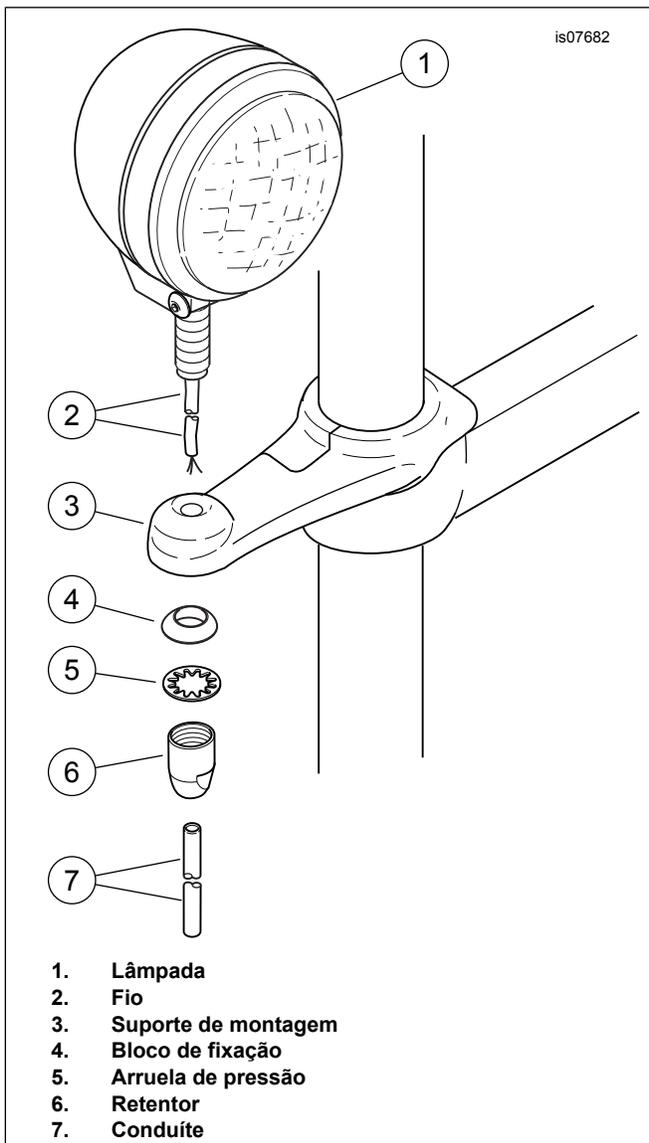

Figura 2. Instale a lâmpada (lado direito exibido)
2. Veja Figura 2. Oriente o fio (2) da lâmpada **azul** (1) através do suporte de montagem (3). Fixe a lâmpada no suporte com um bloco de abraçadeira (4), arruela de pressão (5) e retentor (6). Aperte o retentor com 22–24 N·m (16–18 ft-lbs).
3. Deslize o conduíte (7) sobre o fio da lâmpada.